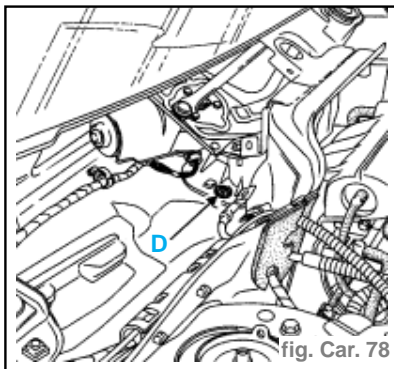

fig. Car. 78
- Déposer la vis (D) de fixation du conduit de liaison (fig. Car. 78)
- Déposer la vis (D) de fixation du conduit de liaison. (fig. Car. 78)